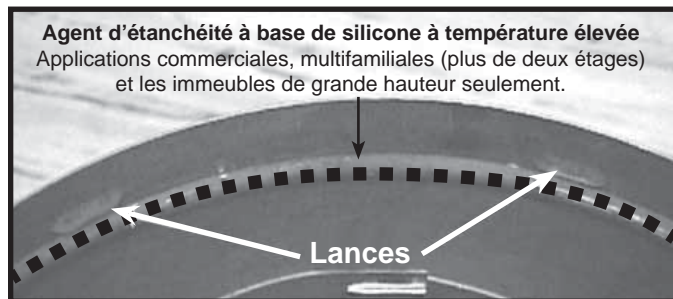

Figure 8.1 Lances
Pour fixer la première section de conduit aux colliers, glissez l'extrémité mâle de l'évent intérieur de la section de conduit sur le collier intérieur du foyer. En même temps, glissez le conduit de fumée extérieur sur le collier extérieur de l'appareil. Poussez la section de conduit dans le collier de l'appareil jusqu'à ce que toutes les lances (voir figure 8.1) se soient enclenchées. Tirez un peu la section pour confirmer qu'elle est bien verrouillée en place.
- Appliquer un cordon d'un agent d'étanchéité à base de silicone à l'intérieur du joint extérieur femelle avant de raccorder les sections. Consulter la figure 8.1.